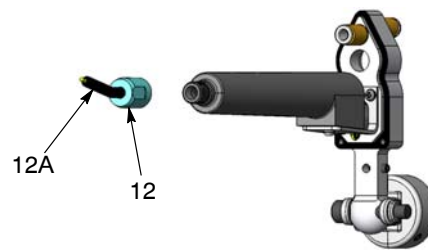

Abb. 31 Spannungsvervielfacher aus dem Gehäuse nehmen
3. Siehe Abbildung 31. Die Mutter (12) des Spannungsvervielfachers losschrauben. Den Spannungsvervielfacherkontakt (12A) von der Mutter abnehmen und bei Beschädigung ersetzen.
Pistole für Stangenmontage: Siehe Abbildung 31. Den Kontakt im Spannungsvervielfachergehäuse installieren und mit der Spannungsvervielfachermutter befestigen.